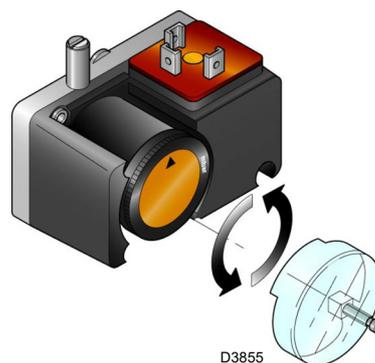

Fig. 33
- Régler le pressostat gaz minimum (Fig. 33 à la page 32) en début d'échelle.
Effectuer le réglage du pressostat gaz seuil minimum (Fig. 33) après avoir réglé le brûleur, les vannes de gaz et le stabilisateur de rampe.